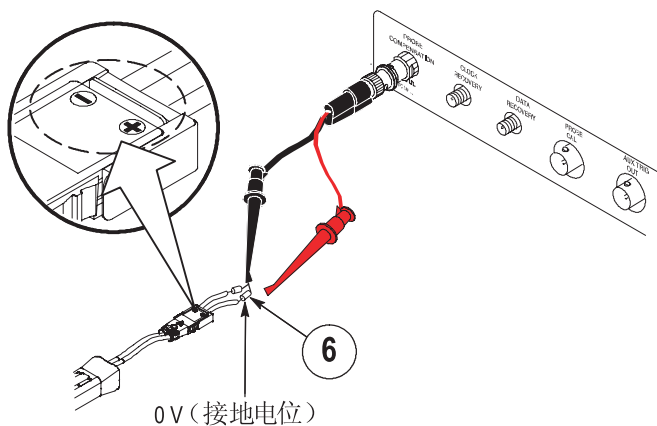

图 6：短接电阻导线
- 使用 (-) 微型钩将电阻导线短接在一起，并连接到接地电位。请参阅图 6。